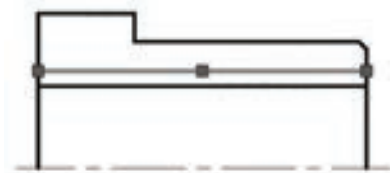

图 8-89 改变选定线段所在的图层
15) 更改选定线段的所在图层。选择图 8-89 所示的线段, 将其所在的图层设置为“细实线”。